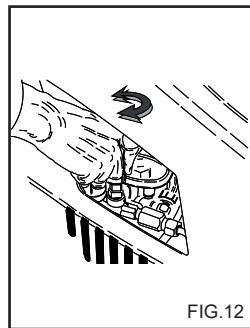

FIG. 12
Det här kapitlet innehåller bara de modeller som är försedda med tryckregulator. Med tryckregulatorn fig. 12, kan operatören ställa in arbetstrycket. Driftryck minskar då ratten C vrids motsols mot (B) (minimum).